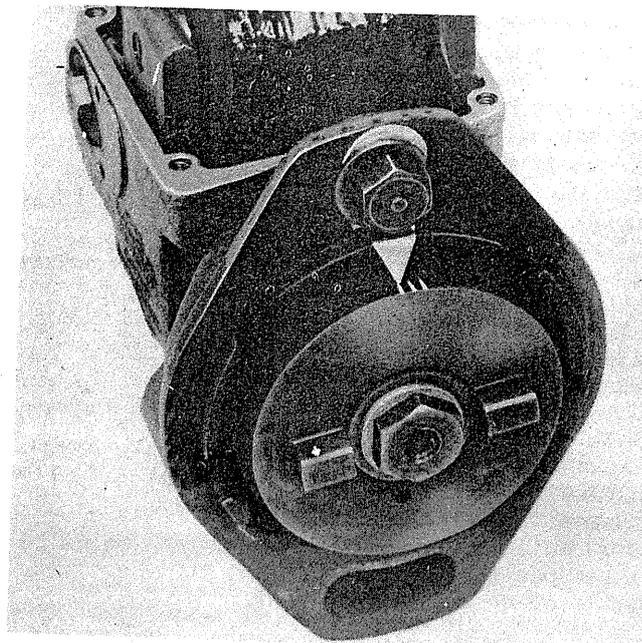

FIGURE 104 - VERIFICATION DU CALAGE DE LA NOUVELLE CAME DU RUPTEUR PAR RAPPORT A L'IMPULSEUR.
2. Découpez un index dans une feuille de tôle d'acier mince comme indiqué dans la figure 104.